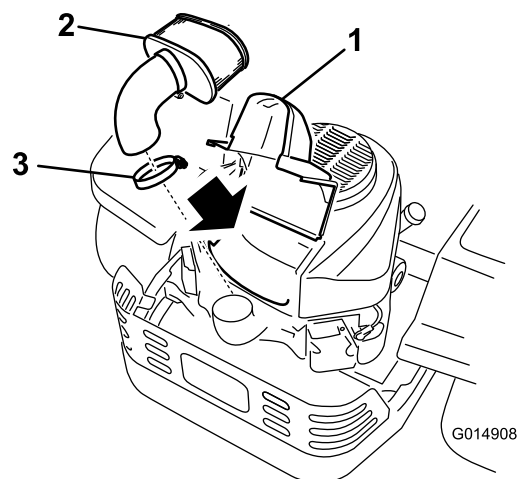

Bild 37
4. Heben Sie die Abdeckung an und entfernen Sie die Schlauchklemme, mit der der Luftfilter am Motor befestigt ist (Bild 37).
5. Lösen Sie die Schlauchklemme und entfernen den Papiereinsatz (Bild 37).